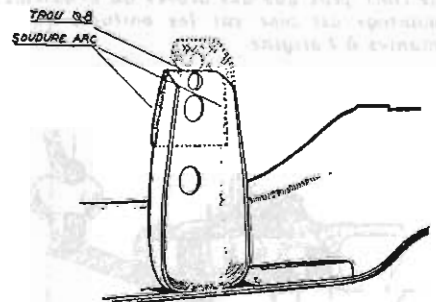

Fig. 44. — Vue de face du support. En pointillé : partie à couper.
• Assembler les renforts aux supports par deux cordons de soudure (fig. 44).